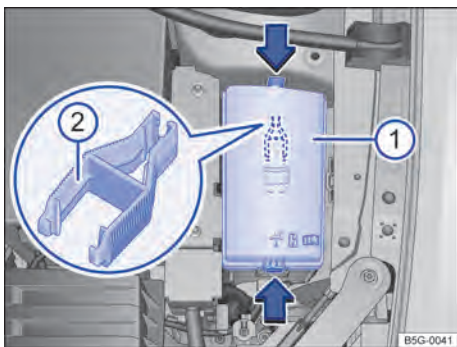

Fig. 149 No compartimento do motor: cobertura ① da caixa de fusíveis com pinça de plástico ②.
- Pressionar as travas no sentido da seta → Fig. 149 ①, para destravar a cobertura da caixa de fusíveis.
No lado interno da cobertura da caixa de fusíveis no compartimento do motor pode haver uma pinça de plástico → Fig. 149 ② para a retirada dos fusíveis.